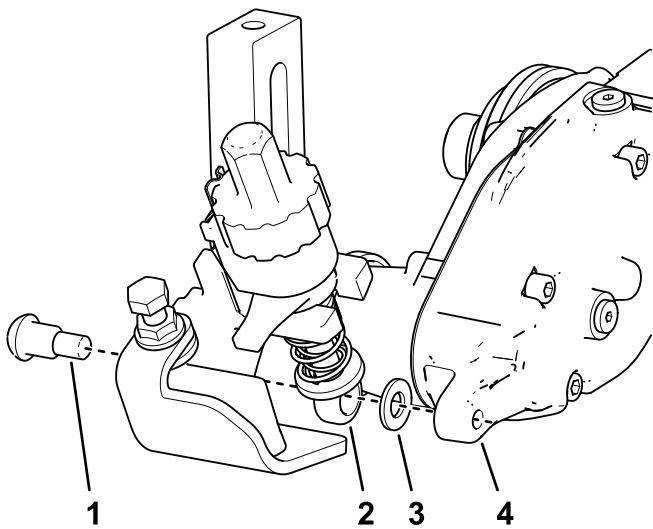

图 11
3. 在疏草刀箱侧将剪草高度支架的调整臂杆放置到疏草刀驱动箱内部并使用轴肩螺栓和硬化垫圈固定如图 11 所示上紧轴肩螺栓扭矩至 1622N·m。